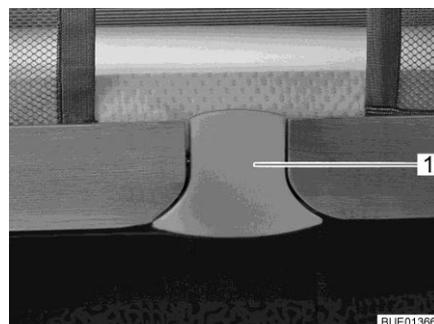

Fig. 119 Desbloqueo
- Extraer la parte inferior de la placa de desbloqueo (Fig. 119,1). Se ha soltado el bloqueo.